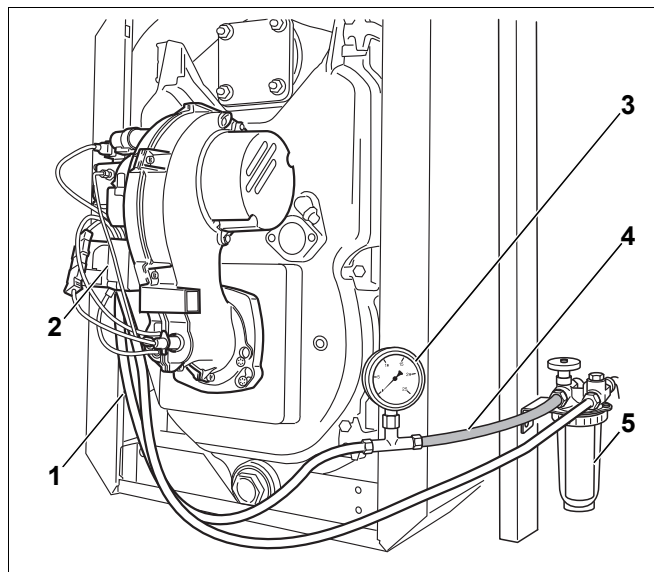

Рис. 14 Топливный фильтр, вакуумметр и прозрачный трубопровод
- Установить вакуумметр (Рис. 14, поз. 3) с прозрачным шлангом (Рис. 14, поз. 4; дополнительная комплектация), как показано на рисунке 14, между топливным фильтром (Рис. 14, поз. 5) и всасывающим топливопроводом (Рис. 14, поз. 1).
- Снять автомат горения дизельного топлива (Рис. 14, поз. 2) с цоколя.
- Контролируйте отсутствие пузырьков воздуха во всасываемом топливе, идущем по прозрачному шлангу (Рис. 14, поз. 4).
- Перекрыть запорный кран на топливном фильтре (Рис. 14, поз. 5, стр. 21) и снять прозрачный шланг (Рис. 14, поз. 4, стр. 21) с вакуумметром (Рис. 14, поз. 3, стр. 21).
- Присоединить всасывающий трубопровод (Рис. 14, поз. 1, стр. 21) к штуцеру на топливном фильтре (Рис. 14, поз. 5, стр. 21).
- Открыть запорный кран на топливном фильтре (Рис. 14, поз. 5, стр. 21).